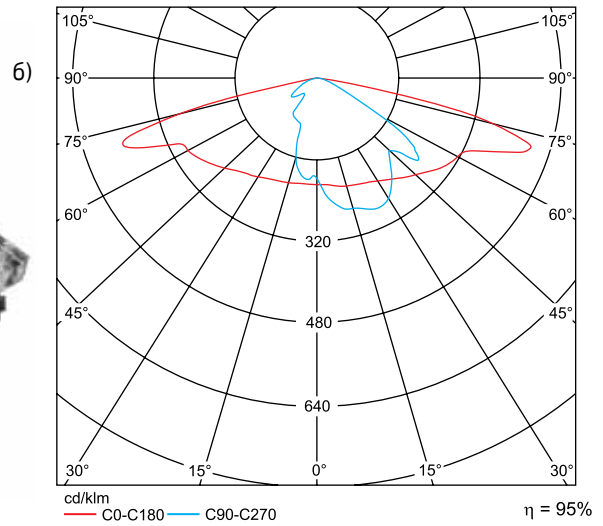

Рис. 2. Фото (а) и КСС (б) линзы CS14632\_Strada-2X2MX-DWC
- CS14632\_Strada-2X2MX-DWC с Ш-образной КСС, оптимальной для создания автодорожных светильников (см. рис. 2);